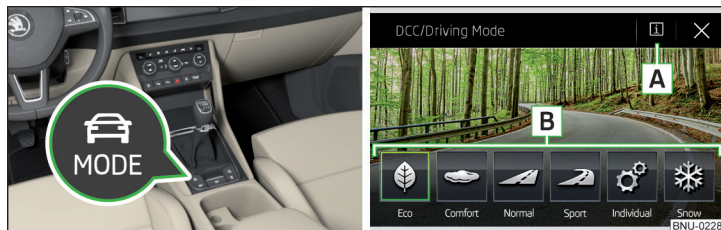

Fig. 290 Tasta pentru selectarea regimului de deplasare/Afișajele de pe ecranul Infotainment
» Apăsați tasta » fig. 290.
Pe ecranul Infotainment se afișează următoarele suprafețe de comandă funcții » fig. 290.
► Prin atingerea suprafeței de comandă funcții corespunzătoare de pe ecranul Infotainment » fig. 290.